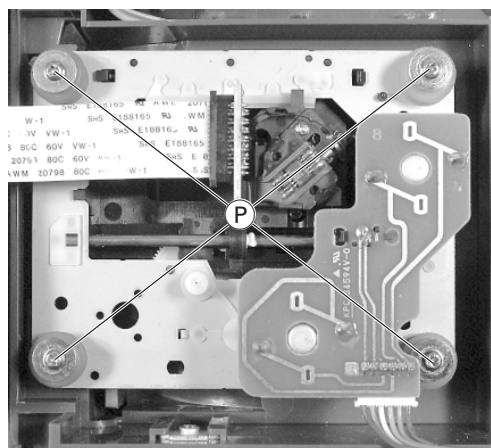

Fig. 8
- 4 Schrauben ③ herausdrehen (Fig. 8) und CD-Laufwerk herausnehmen, dabei Steckverbinder nach Bedarf öffnen.
- Undo 4 screws ③ (Fig. 8) and take the CD drive mechanism out; unplug the connector if necessary.